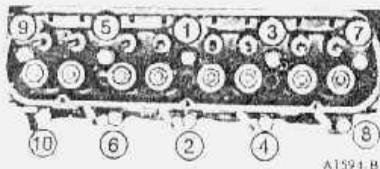

fig. 12 — seqüência de aperto de parafusos do cabeçote
3. Os parafusos do cabeçote são apertados ordenadamente, em três etapas: Apertar todos os parafusos seguindo a sequência mostrada na fig. 12; 50 lbs. pé, 60 lbs. pé e finalmente com o torque de 65-72 lbs. pé.